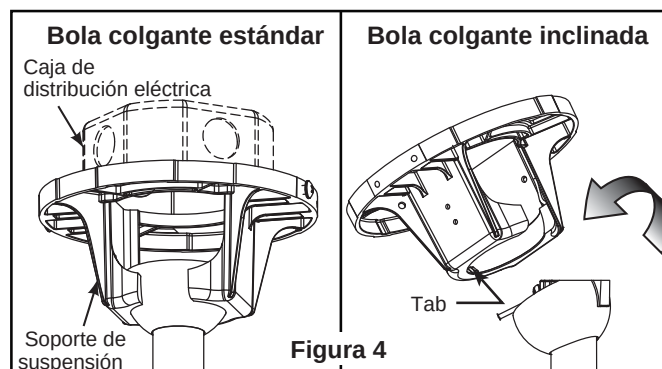

Figura 4
- ☐ **4.** Pase los cables a través de la cubierta de unión del motor, la anilla ajustable del dosel y el capuchón. (Figura 4)
- ☐ 4. Extraiga por completo uno de los tornillos de la derecha a ambos lados de la solapa del colgante y guarde los tornillos para más adelante. Afloje los tornillos restantes sin extraerlos por completo. (Figura 4)
Con cuidado, levante el ventilador y apoye la unidad del barral/de la semiesfera en el soporte de suspensión que acaba de fijar a la caja de distribución eléctrica (Figura 4). Asegúrese de que la ranura en la semiesfera esté alineada con el reborde del soporte de suspensión (Figura 3).